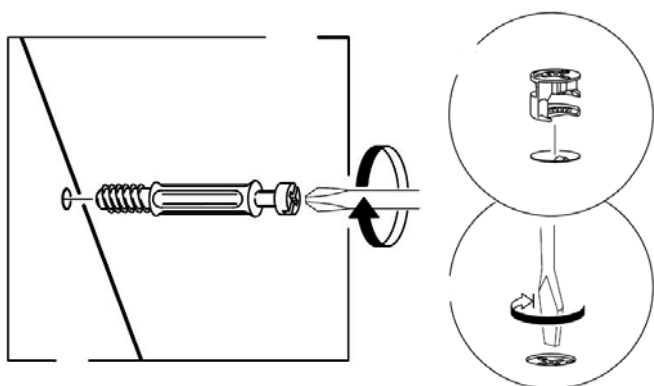

Рис. 1
1. В верхний щит (23), горизонтальный щит (43), нижний щит (24), планки цокольные (10), (11), планку заднюю (44) в имеющиеся отверстия установить эксцентрики, таким образом, чтобы стрелка была повернута в сторону отверстия в торце.
В установленные муфты эксцентриковых стяжек на боковых стенках (40), (41), нижнем щите (24) ввернуть дюбели DU 644, в соседние отверстия установить шканты (рис.1).
2. На боковые стенки (40), (41) и перегородку (42) установить направляющие ящиков шурупами крепежными 6,3x10,5мм. Первое отверстие на щите должно совпасть с третьим отверстием на направляющей, за исключением: на правой стороне перегородки первое отверстие на щите должно совпасть со вторым отверстием на направляющей.
3. Установить опоры на боковые стенки (40), (41) и на планку цокольную (11) с помощью шурупов 3,5x13мм.
4. К перегородке (42) присоединить горизонтальный щит (43) и верхний щит (23) с помощью конфирмат-винтов.
5. К нижнему щиту (24) присоединить цокольные планки (10), (11) так, чтобы дюбели вошли в предназначенные для них отверстия. Затянуть эксцентрики, повернув их на 180 градусов. Закрепить планки между собой конфирмат-винтом.
6. К боковой стенке (40) присоединить верхний щит (23), планку заднюю (44), горизонтальный щит (43), нижний щит (24), цокольную планку (10) с помощью эксцентриковых стяжек и конфирмат-винтов. Затянуть эксцентрики, повернув их на 180 градусов.
7. К получившейся конструкции аналогичным образом присоединить с другой стороны боковую стенку (41). Затянуть эксцентрики, повернув их на 180 градусов.
8. Установить переднюю цокольную планку (9), закрепив ее к боковым стенкам и цокольной планке (11) конфирмат-винтами.
10. Сверху присоединить крышку (25) с помощью винтов М6x25мм.